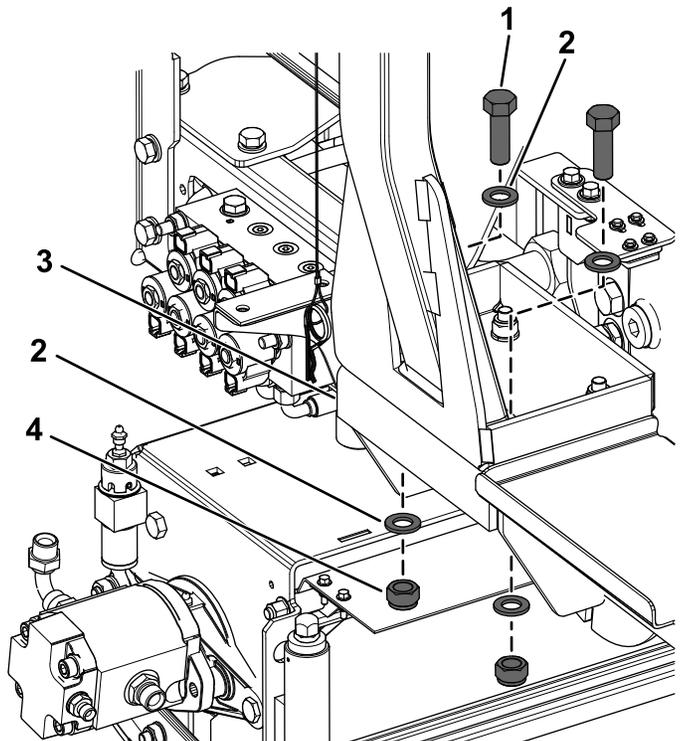

Figure 6
1. Retirez les 2 boulons à tête hexagonale (16 x 50 mm), 4 rondelles et 2 contre-écrous (16 mm) du support gauche du ROPS (Figure 6).